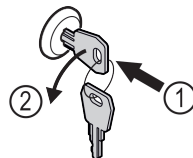

Fig. 160
- ▶ Zatlačte kľúč. Fig. 160 (1)
- ▶ Otočte kľúč o 90° v protismere hodinových ručičiek. Fig. 160 (2)